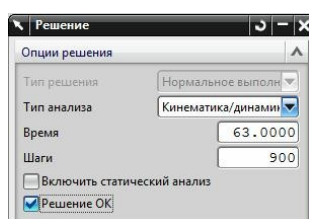
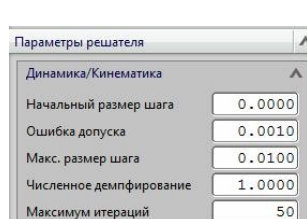

рис.50
рис.51
•Если не задавать трение в шарнире, то зеленый маховик под действием собственного веса должен **бесконечно** качаться относительно неподвижного основания. Вот и проверьте это обстоятельство, назначив достаточно большое время анализа (рис.50), и приняв все параметры численного интегрирования, предложенные системой “по умолчанию” (рис. 51). Особо обратите внимание на величину *Максимального размера шага численного интегрирования (Макс. размер шага)*. Сейчас она задана как 0.01 сек.